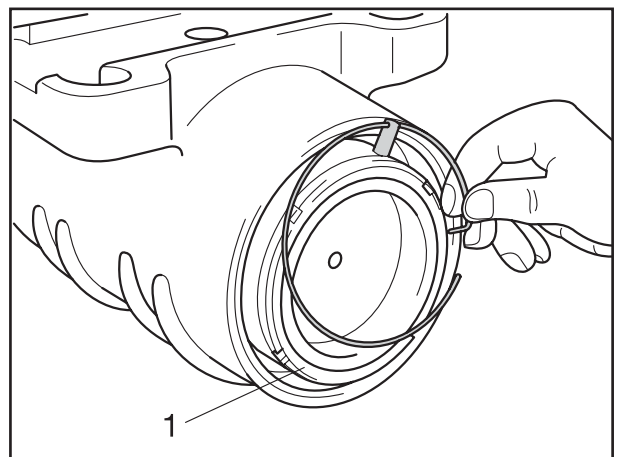

Fig. 6
[11] Nutmutter (Fig. 6/1) aufschrauben und fest anziehen.
[13] Hakenspringring in die jeweilige Bohrung einsetzen (Fig. 6).
- [11] Screw on the keyed nut (Fig. 6/1) until it is tight.
- [13] Insert hooked snap ring into the respective hole (Fig. 6).
- [11] Visser l'écrou cannelé (fig. 6/1) et le serrer.
- [13] Placer le circlips dans le perçage correspondant (fig. 6).